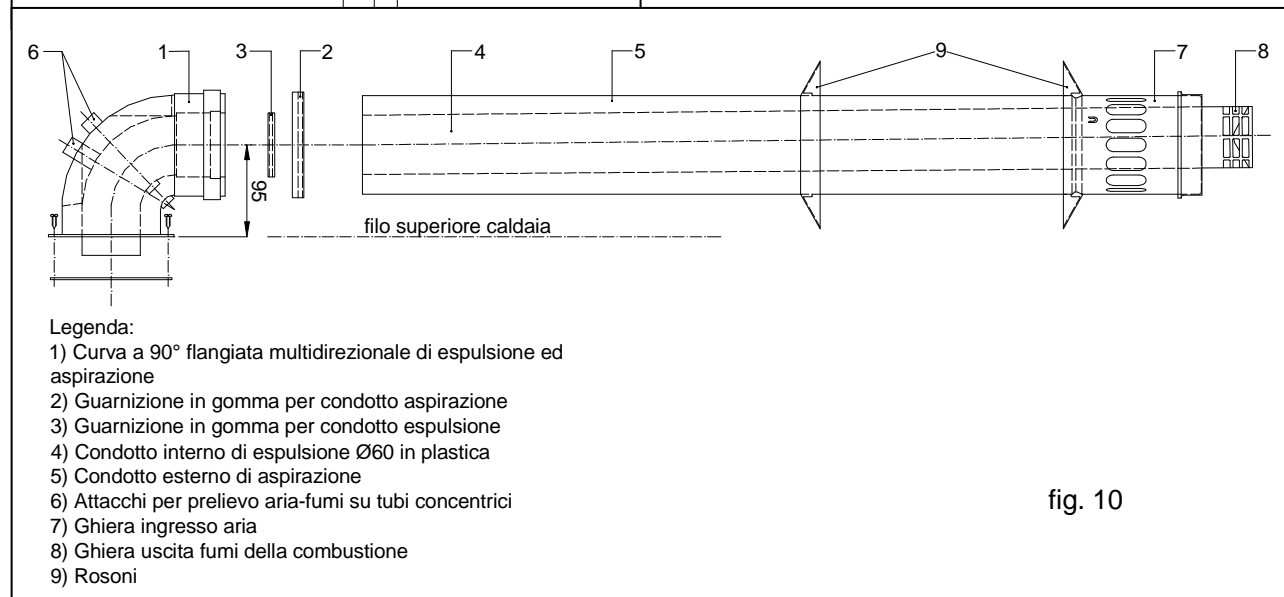

fig. 10
2. Prima di infilare il condotto nel foro praticato sul muro inserire il rosone nel foro praticato sul muro inserire il rosone posizionato dalla parte del terminale (9 fig. 10) nell'apposito incavo.
3. Infilare sul condotto il rosone posizionato sul lato interno (9 fig. 10).
Predisporre le guarnizioni (2) e (3) di fig. 10 nella curva. Spingere a fondo i condotti di espulsione e esterno di aspirazione nella curva. Ogni prolunga o ulteriore curva dovrà essere installata garantendo la tenuta con l'applicazione delle relative guarnizioni in gomma a corredo. Ogni pezzo orizzontale o verticale sarà inoltre bloccato a muro o soffitto da idoneo sostegno. Nel caso di necessità di una prolunga verticale, la parte